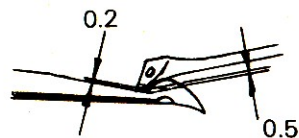

Fig 28
(4) Upper Looper and Lower Looper Fig. 28
Ancora superior-ancora inferior. Fig. 28
Boucleur supérieur et boucleur inférieur Fig. 28